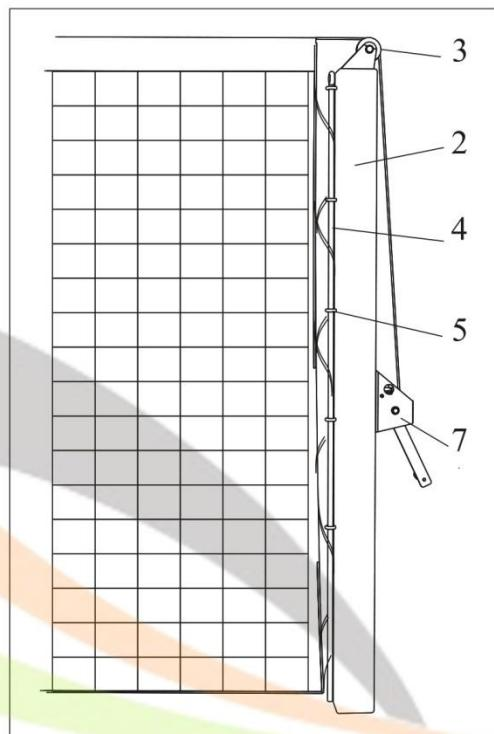
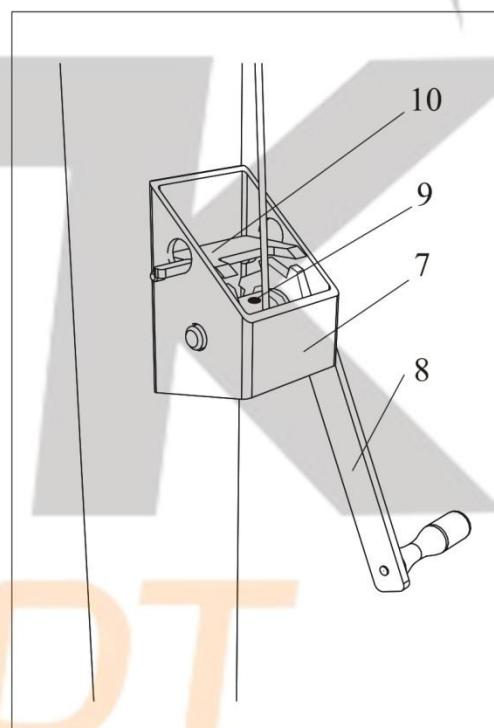

Рис. 2
Рис. 4
- другой конец троса перекинуть через ролик активной стойки **2** (рис. 2), продеть через отверстие **9** на валу механизма натяжения **7** (рис. 4) и сделать несколько оборотов (вращая ручку **8** на себя), чтобы убрать слабину троса;